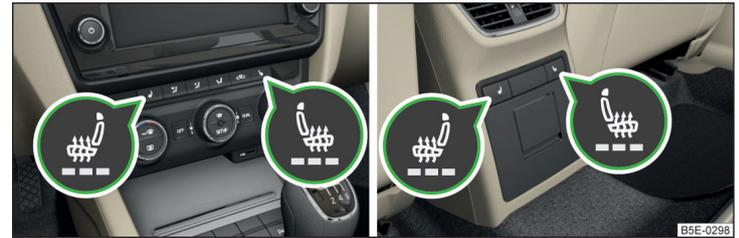

Abb. 72 Tasten für die Beheizung der Vordersitze / Rücksitze
Tasten für die Sitzheizung » Abb. 72
- › Die jeweilige Symboltaste ☞ bzw. ☞ » Abb. 72 drücken.